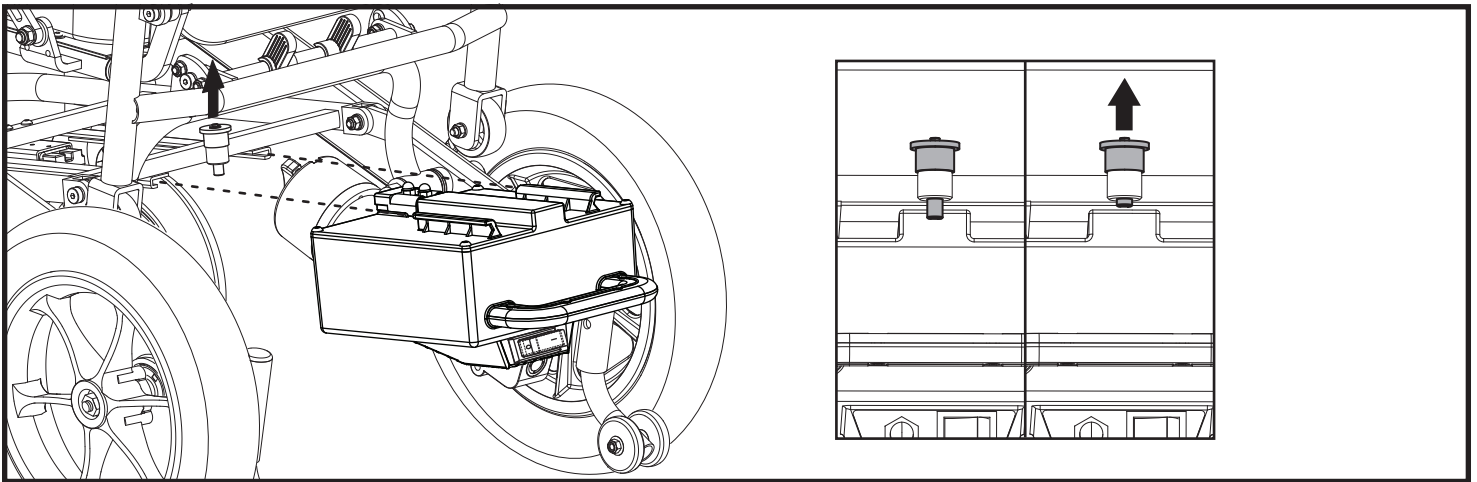

Abb. 4. Entnehmen/Installieren der Batteriebox
2. Installieren Sie die Batteriebox am Batterieträger, indem Sie diese horizontal von hinten in den Rahmen unterhalb des Sitzes schieben, bis der Sicherungsstift einrastet. **Siehe Abb. 4.**
5. Halten Sie den Griff der Batteriebox und heben den Sicherungstift an, um die Box von der Antriebsbasis zu lösen. Ziehen Sie die Batteriebox dann aus der Antriebsbasis. **Siehe Abb. 4.**